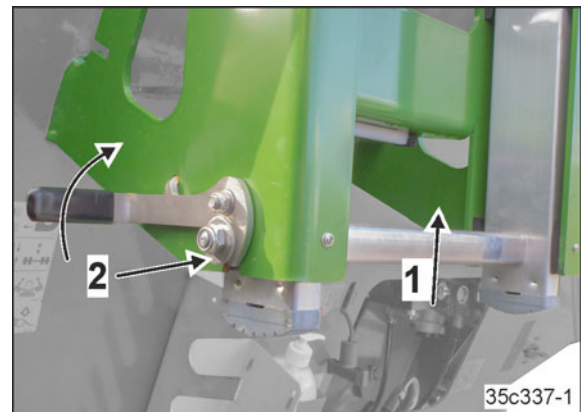

Bild 232
1. Skjut stegen uppåt (Bild 232/1).
2. Kontrollera att den fjäderbelastade säkringen hakar i (Bild 232/2).